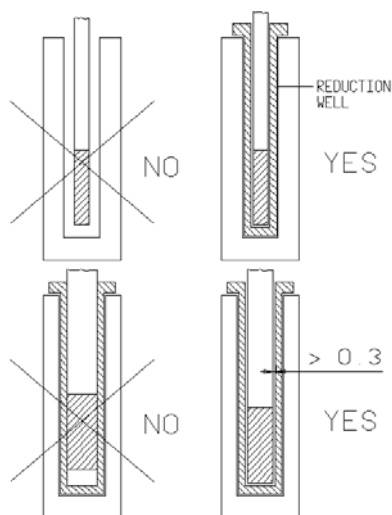

Fig.1
- Nie den Sensor ohne Adapterhülse einführen! Ziehen Sie eine geeignete Adapterhülse heran, und überprüfen Sie, dass deren Bohrungs- den Sensordurchmesser um mindestens 0,3 mm übersteigt (Fig. 1)